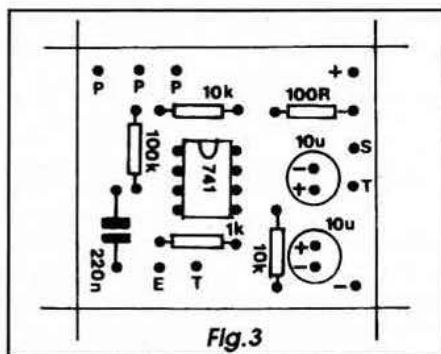

Fig.3
- **FIG. 3 - CHAPEADO DA MONTAGEM** - Com a plaquinha pronta, limpa, conferida e devidamente perfurada no centro das suas ilhazinhas, o leitor/hobbysta pode passar à parte mais gostosa da montagem, que é justamente a inserção e soldagem das peças... O diagrama mostra (como gabarito visual para essa fase...) o lado não cobreado do impresso, todos os principais componentes devidamente posicionados, identificados pelos seus códigos, valores, polaridades e demais características... Alguns dos componentes são *polarizados*, devendo ser colocados em posição *única e certa* na placa, de modo que seus pinos ou terminais não resultem invertidos (caso em que o circuito não funcionaria, e os próprios componentes poderiam sofrer danos...). Assim, a extremidade marcada do integrado deve ficar voltada para a posição ocupada pelo resistor de 10K, enquanto que as polaridades dos terminais dos dois capacitores eletrolíticos (claramente indicadas no *chapeado* e nos próprios *corpos* das peças...) devem ser rigorosamente respeitadas... Atenção também aos valores dos resistores, em função dos lugares que ocupam na placa... Em dúvida, consultar o **TABELÃO APE**, onde